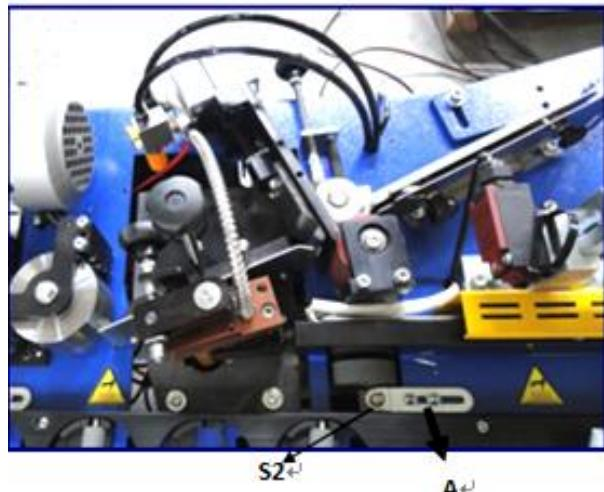

Рисунок 17
Эта функция работает от пневмосистемы, когда заготовка размыкает клапан S2 электрическим переключателем, который находится на столе (рис. 17).
Электрический переключатель S2 смонтирован на панели, закрепленной на корпусе станка двумя винтами A (рис. 17).
*Для регулировки припусков переместите электрический переключатель S2. По ходу панели, чтобы увеличить припуск, против хода для уменьшения припуска, закрутите винт (рис. 17).*